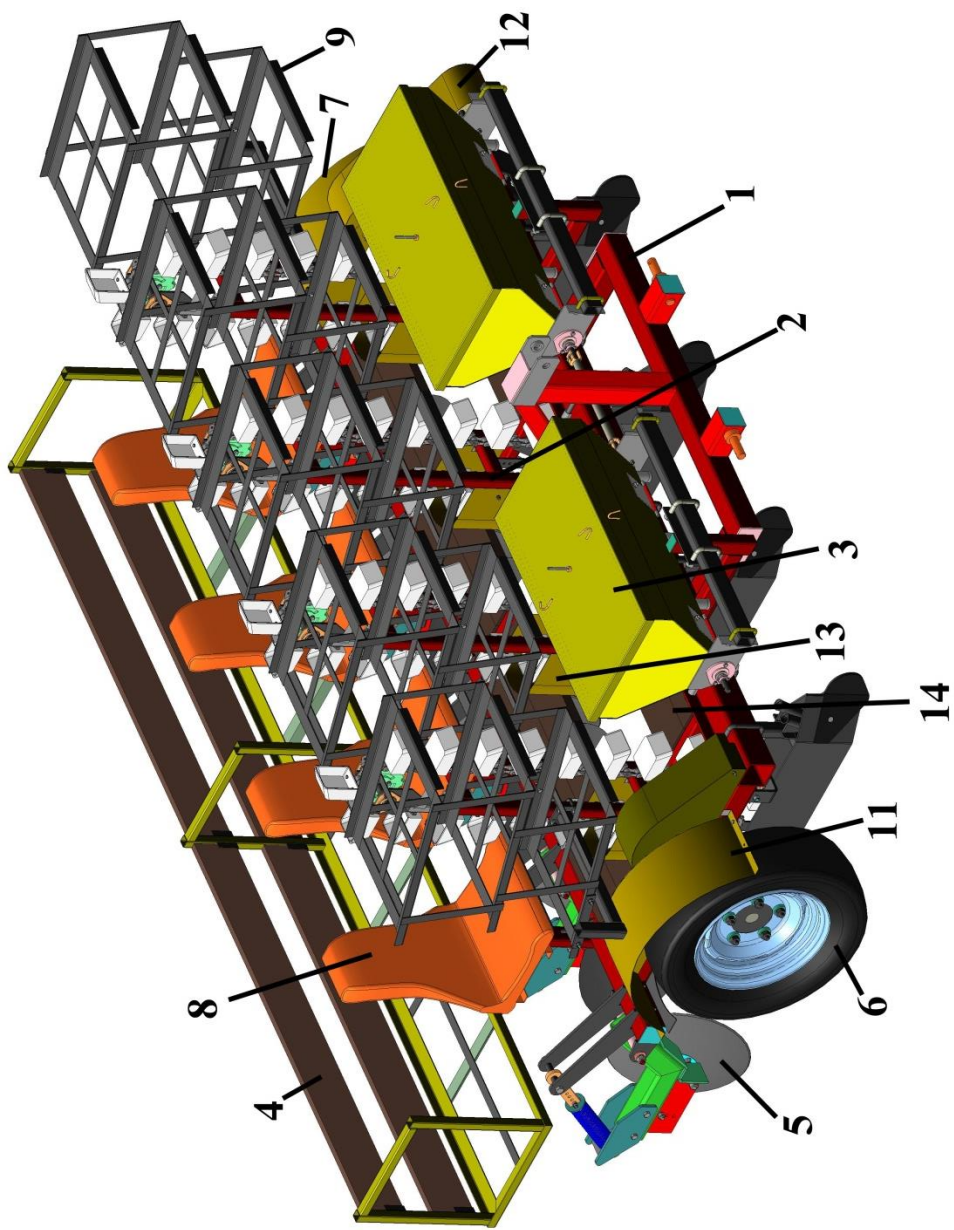

Рисунок 1 – Общий вид сажалки пророщенного картофеля СПК
3.1 Сажалка (рис.1) представляет собой навесную машину, состоящую из несущей рамы 1, на которой с помощью хомутов крепятся высаживающие аппараты 2, туковывсевающие аппараты 3 с тукопроводами. За высаживающими аппаратами установлены бороздозакрывающие диски 5. Привод вращения высаживающих и туковывсевающих аппаратов осуществляется от опорно-приводных колес 6 и 7 при помощи цепных передач. Для размещения пустых ящиков и ящиков с посадочным материалом на машине установлены передний 9 и задний 4 стеллажи.